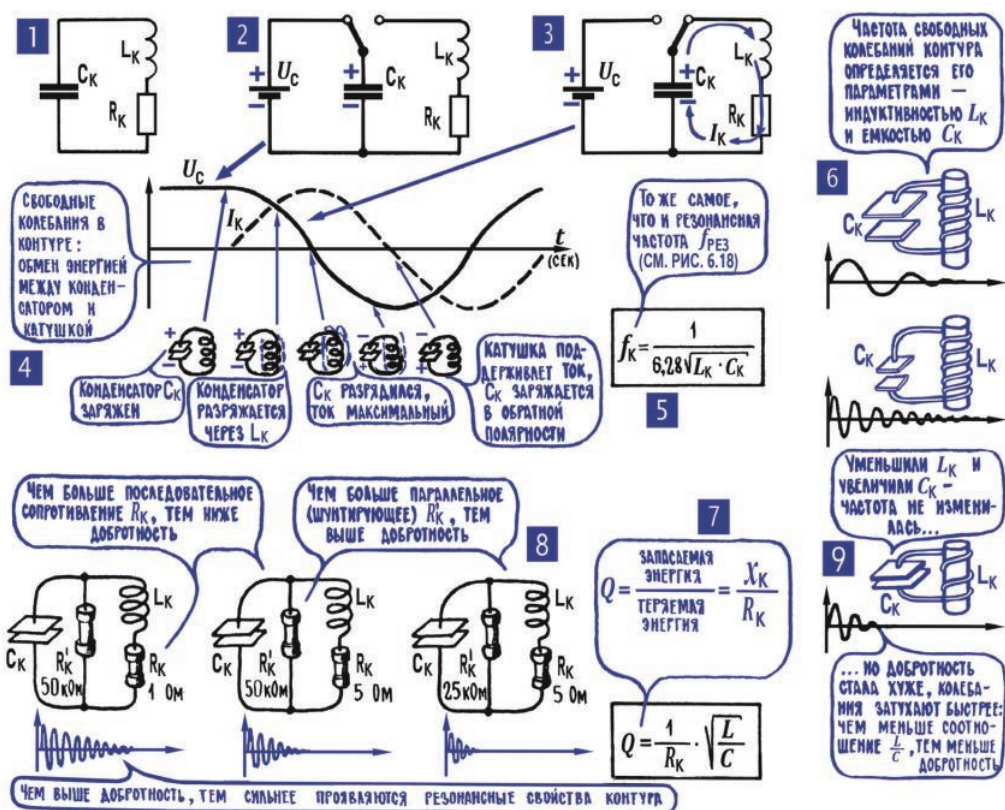
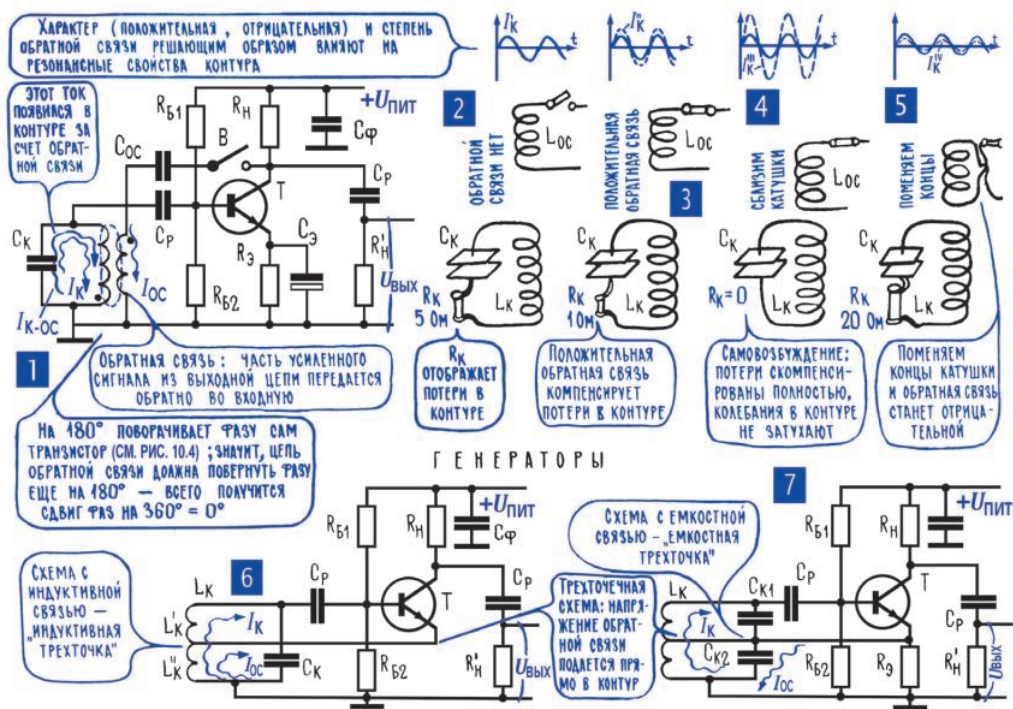

Рис. 11.1. Колебательный контур
Рис. 11.2. Генерация колебаний с помощью LC-контура
Колебательный контур – это электрическая цепь, состоящая из конденсатора  $C_k$ , катушки  $L_k$  и резистора  $R_k$  (рис. 11.1; 1). Правда, резистора как такового в контуре не бывает, и  $R_k$  отображает собственное сопротивление контура, в которое входит сопротивление катушки, потери энергии в конденсаторе, другие виды потерь и затрат. До сих пор мы встречали контур в
роли резонансного фильтра в цепи переменных токов (гл. 6; 24). А теперь извлечем его оттуда и посмотрим, что произойдет, если отделить контур от всех других электрических цепей и передать ему порцию энергии, например зарядив конденсатор (рис. 11.1; 2, 3) до напряжения  $U_c$ .
А произойдет, скорее всего, вот что. Конденсатор сразу же начнет разряжаться через катушку  $L_K$ , в контуре пойдет ток  $I_K$ , вокруг катушки появится магнитное поле. Когда разряд конденсатора закончится, ток в цепи не прекратится, его будет поддерживать ЭДС самоиндукции, которую создаст убывающее магнитное поле катушки. Для пустого разрядившегося конденсатора это будет зарядный ток, он зарядит конденсатор, но уже, конечно, в обратной полярности. И когда катушка завершит свою деятельность, когда ее магнитное поле исчезнет и перестанет действовать ЭДС самоиндукции, ток в цепи все равно не прекратится, его будет создавать разряжающийся конденсатор. Но это уже ток обратного направления, поскольку противоположна и полярность напряжения на конденсаторе (рис. 11.1; 4).
Частота свободных электрических колебаний в контуре зависит от его параметров – индуктивности  $L_k$  и емкости  $C_k$ , так же как частота свободных механических колебаний струны зависит от ее массы и гибкости (гл. 7; 5). Чем больше емкость конденсатора  $C_k$  и индуктивность катушки  $L_k$ , тем медленнее они накапливают и отдают энергию, тем медленнее происходит обмен энергией между этими накопителями, тем ниже частота свободных электрических колебаний (рис. 11.1; 5, 6). Причем частота переменного напряжения и переменного тока в контуре автоматически устанавливается именно такой, чтобы конденсатор и катушка получали одинаковые порции энергии. То есть частота получается такой, что емкостное сопротивление  $x_C$  и индуктивное  $x_L$  на этой частоте одинаковы. Из условия равенства сопротивлений  $x_C = x_L$  легко найти точное значение частоты свободных колебаний – она получается такой же, как резонансная частота контура  $f_{рез}$  (рис. 6.18; 1). Логичнее, пожалуй, сказать наоборот – резонансная частота  $f_{рез}$  равна частоте свободных колебаний  $f_k$ .
То же самое мы уже наблюдали в колеблющейся струне, для нее была введена характеристика «добротность»  $Q$ , которая как раз и показывает, от чего зависит время жизни свободных колебаний (гл. 7; 6). Подобная характеристика – добротность  $Q$  – говорит и о том, насколько бережно относится к своим запасам энергии колебательный контур. Чем больше энергии при каждом перекачивании уходит в запас, в магнитное поле или электрическое поле и чем меньше энергии при каждом перекачивании превращается в тепло, тем больше добротность  $Q$ , тем дольше длятся свободные колебания в контуре (рис. 11.1; 7, 8).
лей, конденсатор или катушка. То, что достается резистору  $R_k$ , пропадает безвозвратно; то, что попадает реактивному сопротивлению  $L_k$  или  $C_k$ , остается в контуре. Поэтому и оказывается, что добротность контура – не что иное, как отношение реактивного сопротивления к активному –  $x_L$  к  $R_k$  (рис. 11.1; 7), или, что то же самое,  $x_C$  к  $R_k$  (поскольку  $x_L = x_C$  на частоте  $f_k$ ).
Сделав простейшие преобразования, можно получить выражение для добротности и увидеть, что она зависит от соотношения  $L_k$  и  $C_k$  (рис. 11.1; 9). Но даже без преобразований легко прийти к выводу, что добротность  $Q$  тем больше, чем больше  $L_k$ , и тем меньше, чем больше  $C_k$ . Потому что с увеличением  $L_k$  возрастает реактивное сопротивление  $x_L$ , которое отбирает энергию у ненасытного  $R_k$ , отбирает с тем, чтобы вскоре вернуть в контур. А с увеличением  $C$  емкостное сопротивление  $x_C$  уменьшается, конденсатор забирает себе меньше энергии. Более того, приходится еще и  $L_k$  уменьшать, чтобы при увеличении  $C_k$  сохранить неизменной.
**Таблица 11.1.** Некоторые значения резонансной частоты LC-контура в зависимости от значений  $L$  и  $C$  (см. рис. 11.1; 5)
Зависимость добротности  $Q$  от  $L_k$  и  $C_k$  накладывает серьезные ограничения на выбор параметров контура. Конечно же, частота свободных колебаний  $f_k$  в равной мере зависит и от  $L_k$  и  $C_k$ : одну и ту же частоту можно получить при самых разных соотношениях индуктивности и емкости, подобно тому как одну и ту же площадь прямоугольника можно получить при разных соотношениях его сторон. Если в несколько раз увеличить  $L_k$  и во столько же раз уменьшить  $C_k$ , то частота  $f_k$  не изменится. Можно как угодно менять эти параметры, лишь бы только сохранялось неизменным произведение  $L_k \cdot C_k$ , которое и определяет частоту  $f_k$ . Но если нужно не просто получить ту или иную частоту электрических колебаний, а получить ее при высокой добротности контура, то соотношение  $L_k$  и  $C_k$  уже далеко не безразлично – нужно стараться, чтобы индуктивность контура была побольше, а емкость поменьше (рис. 11.1; 9).
Маятник часов и качели подсказывают тактику получения незатухающих электрических колебаний в контуре: полностью ликвидировать потери и затраты энергии нельзя, но их можно скомпенсировать, если извне вводить в контур энергию, которая перекроет все виды потерь и затрат. Для этого достаточно сделать усилитель с положительной обратной связью, например такой, как на рис. 11.2; 1. В этой схеме контур  $L_k C_k$  включен в цепь базы и затухающее переменное напряжение на контуре есть не что иное, как усиливаемый сигнал. А в коллекторную цепь включена нагрузка  $R_n$  и еще один, новый элемент – катушка обратной связи  $L_{oc}$ . Она связана с контурной катушкой  $L$  общим магнитным полем, и через этот трансформатор часть «мощной копии» из коллекторной цепи, то есть с выхода усилителя, подается на его вход, поступает в базовую цепь.
Для самовозбуждения прежде всего нужно, чтобы сигнал, поступающий на вход из коллекторной цепи, поддерживал колебания в контуре (рис. 11.2; 3, 4), а не мешал им (рис. 11.2; 5), что, в принципе, тоже возможно.
Иными словами, нужно, чтобы собственный переменный ток в контуре  $I_k$  и ток  $I_{oc}$ , наведенный катушкой обратной связи, действовали бы в фазе. В схеме рис. 11.2; 1 выполнить это условие – условие фаз – очень просто, нужно лишь правильно включить катушку  $L_{oc}$ . При налаживании генератора, добиваясь самовозбуждения, просто переворачивают одну из катушек «вверх ногами». А если это неудобно, то меняют местами концы катушки  $L_k$  или концы катушки  $L_{oc}$ . При переворачивании катушки или смене ее концов фаза тока  $I_{oc}$ , наведенного в  $L_k$ , поворачивается на  $180^\circ$ , и если токи  $I_k$  и  $I_{oc}$  ранее действовали в противофазе, они начинают работать согласованно. А это как раз и значит, что сигнал, попавший в контур по каналу связи, восполняет энергию, которую съедает  $R_k$ , и как бы уменьшает его.
Но для самовозбуждения нужно не просто уменьшить  $R_k$ , а уменьшить его до нуля, полностью скомпенсировать потери в контуре. А значит, нужно выполнить еще одно условие – условие связи, передать в контур энергию не только в нужной фазе, но еще и в нужном количестве. В генераторе на схеме рис. 11.2; 1 выполнить условие связи тоже несложно – нужно сближать катушки  $L_{oc}$  и  $L_k$  или, в крайнем случае, увеличить число витков катушки обратной связи.
**8. В трехточечных схемах генераторов напряжение обратной связи снимается с части контура.** Схема генератора рис. 11.2; 1 называется схемой с трансформаторной обратной связью. Есть два совершенно равноправных варианта такой схемы. В одном случае контур включается в базовую цепь (в реальных схемах транзистор обязательно подключается лишь к части контура, иначе низкое входное сопротивление транзистора сильно зашунтирует контур; рис. 11.1; 8), а катушка обратной связи – в коллекторную. А во втором варианте, наоборот, в коллекторной цепи находится контур, выполняющий здесь роль нагрузки, а катушка обратной связи включена во входную цепь. События в обеих схемах, как и вообще во всех генераторах, разворачиваются одинаково. Первый же толчок тока, например при включении питания или из-за того, что на базу попал лишний электрон, – и в контуре начинаются свободные колебания, которые благодаря обратной связи оказываются незатухающими. Схемы с трансформаторной обратной связью очень популярны и весьма удобны. Единственное, что, пожалуй, можно поставить им в упрек, так это дополнительную катушку  $L_{oc}$ .
В некоторых генераторах отдельная катушка обратной связи не нужна, в них сигнал обратной связи снимается с части колебательного контура. Это так называемые трехточечные схемы, в них транзистор подключен к контуру тремя точками – эмиттером, базой и коллектором (в ламповых генераторах – катодом, сеткой и анодом). В зависимости от того, откуда берут напряжение обратной связи – с катушки или конденсатора, – различают трехточечные схемы с индуктивной (рис. 11.2; 6) или с емкостной обратной
связью (рис. 11.2; 7). В обеих этих схемах условие фаз выполняется в том случае, если эмиттер подключен к средней части контура, а коллектор и база – к его краям. А выполнение условия связи связано с тем, какая часть контурной емкости или индуктивности подключена к участку база–эмиттер.
время как в других схемах нужно одновременно производить два переключения (например, переключать верхний конец катушки и отвод обратной связи в схеме рис. 11.2; 6).
**9. RC-генератор: необходимый поворот фазы постепенно осуществляют цепочки из конденсаторов и резисторов.** Обратную связь в генераторах называли положительной потому, что она поддерживает изменения сигнала на входе, помогает ему. Но, в принципе, возможна еще и отрицательная обратная связь, когда сигнал, поступивший с выхода усилителя на его вход, действует против основного, главного входного сигнала, мешает ему (рис. 11.2; 5). Отрицательная обратная связь вскоре станет для нас предметом серьезных раздумий и тонких экспериментов (гл. 12; 15, 16), а пока отметим лишь одно: если с коллектора подать сигнал прямо на базу, то обратная связь получится именно отрицательной. Потому что когда «минус» на базе увеличивается, на коллекторе «минус» уменьшается, то есть коллекторное напряжение, попав на базу, будет действовать против собственного напряжения на базе1. Или, короче, напряжение на базе и напряжение на коллекторе противофазны. А отсюда еще одна формулировка условия фаз: для получения положительной обратной связи при передаче сигнала из коллекторной цепи в базовую нужно повернуть фазу этого сигнала на  $180^\circ$ . Коллекторное напряжение само по себе сдвигается на  $180^\circ$  относительно базового, и дополнительный поворот на  $180^\circ$  доведет общий сдвиг фаз до  $360^\circ$ , то есть на целый период. А это значит, что никакого сдвига фаз не будет: «свое» напряжение на базе и та помощь, которая придет на базу по цепи обратной связи, будут действовать согласованно.